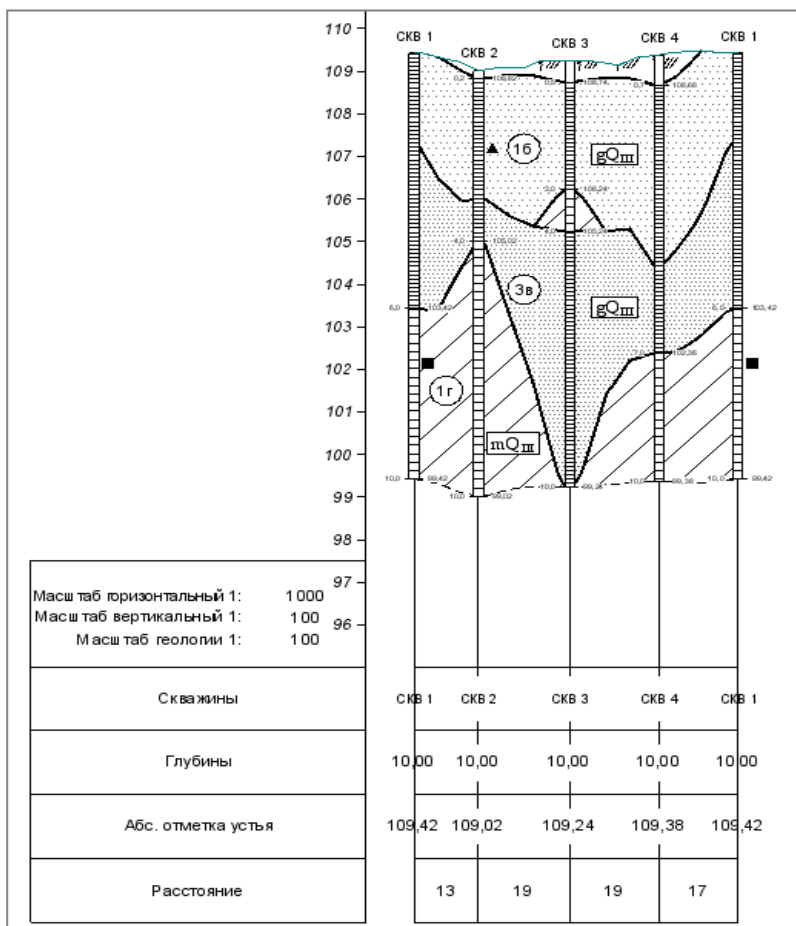

Рис. 14.2
- Нажмите кнопку **Применить построение**, при этом начнется формирование чертежа продольного профиля. После этого открывается чертежная модель (рис. 14.2).